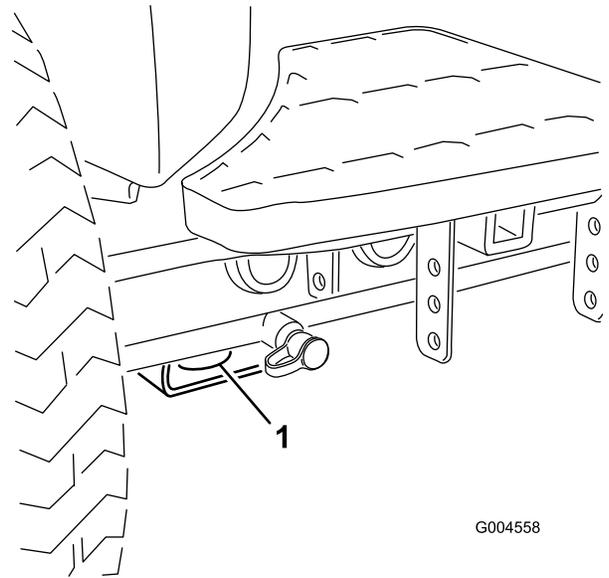
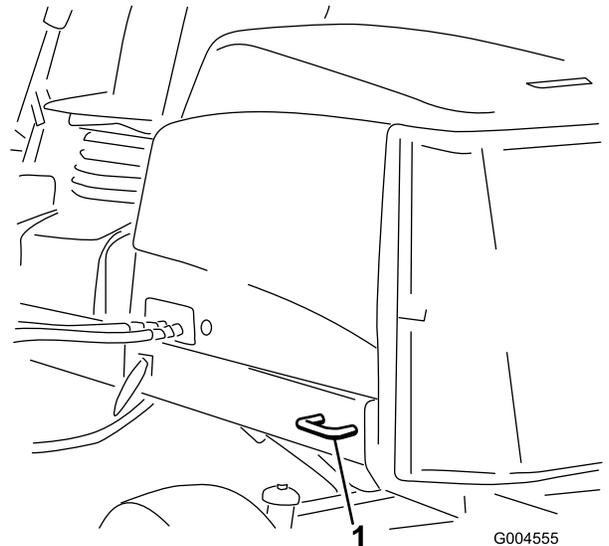

図 36
図 37
- 前各前輪の内側、アクスルチューブの下にある四角いパッド 図 36
5. 機体についているローブ掛けポイントを使い、チェーンやローブ、ワイヤなど適切なものでしっかりと機体をトレーラに固定する 図 36 と 図 37。
- 後車両の左右側それぞれの後フレーム 図 37